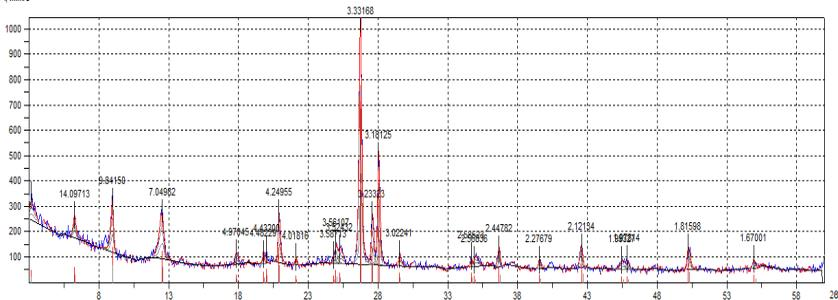

Рисунок 2. Рентгенограмма каолинит-гидрослюдистой глины
**Рентгеноструктурный (рентгенодифракционный) анализ** является одним из методов исследования структуры вещества. Метод позволяет определять атомарную структуру вещества, определить группу симметрии кристалла (рис.2).